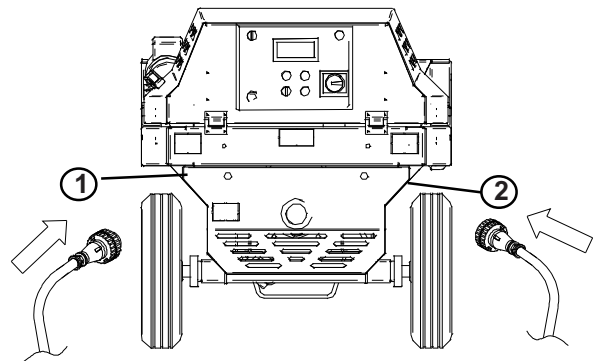

FIG.6
10.1 BRANCHEMENT ÉLECTRIQUE (voir fig.6)
Avant de relier électriquement la guniteuse, vérifier que tous les dispositifs de sécurité sont en place et en bon état ; en particulier que la grille trémie est présente, que la rallonge est en bon état et que les fiches et les prises ne sont pas mouillées. Relier l'alimentation à la fiche de la guniteuse (fig.6, réf.1) La fiche d'alimentation 2P+T monophasée 3P+T triphasée et la prise pour la commande à distance 3P+T JAUNE doivent être du type volant IP67.
En présence de malaxeuse optionnelle la relier à la prise de la guniteuse (fig6, réf.2)